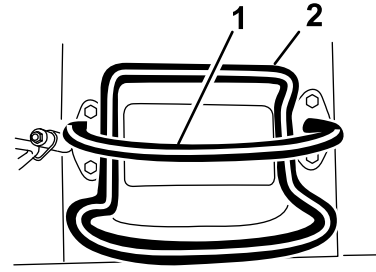
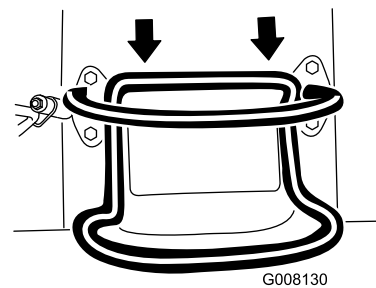

Figura 8
Figura 10
- Para desplazarse hacia atrás, mueva el control de tracción hacia atrás (Figura 10). Mientras conduzca en marcha atrás, mire hacia atrás para asegurarse de que el camino está despejado, y mantenga ambas manos en la barra de referencia (Figura 8).
- Para detenerse, suelte el control de tracción (Figura 8).